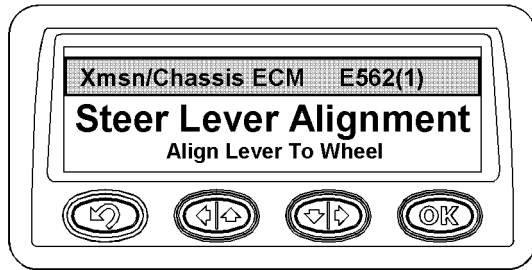

Ilustración 70
Para activar el control de dirección, la palanca universal izquierda debe estar alineada con relación al ángulo de dirección de las ruedas delanteras. Si la palanca universal izquierda no está alineada, el indicador de dirección se ilumina y se muestra un "suceso" en el Messenger. Consulte la Ilustración 70. Si la palanca universal izquierda no está alineada, no es posible maniobrar la dirección. Desconecte el freno de estacionamiento o haga un cambio a una posición diferente a la posición NEUTRAL, a menos que las condiciones requeridas para la anulación del freno de estacionamiento se hayan cumplido.
- El suceso de alineación de palanca universal desaparece de la pantalla del Messenger. Consulte la Ilustración 70.
5. Después de obtener la alineación de la palanca universal de la dirección, desconecte el interruptor del freno de estacionamiento (45).